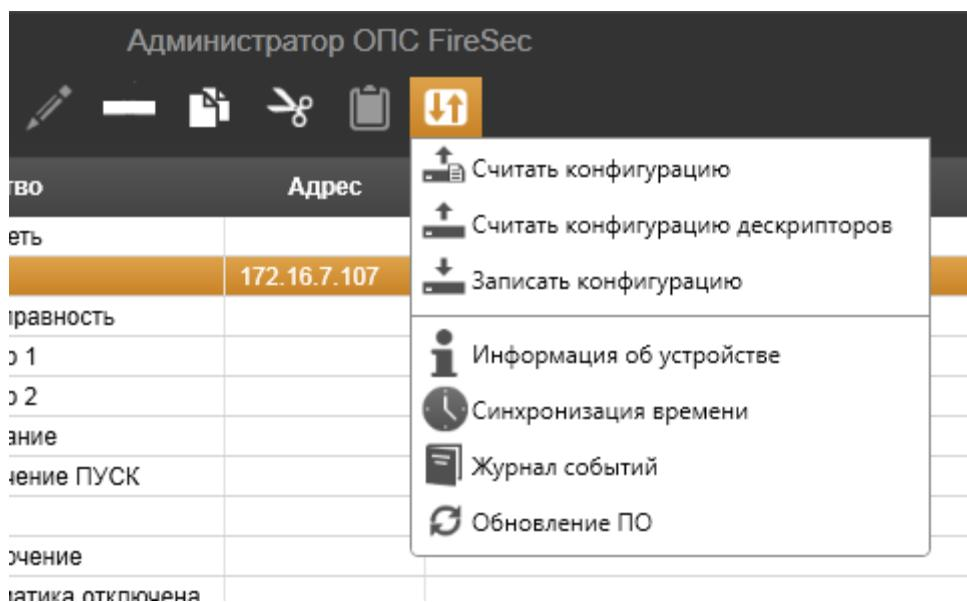

Рисунок 2.3.7 – Контекстное меню кнопки **Устройство** панели инструментов
– кнопка **Устройство** дает возможность обратиться к физическому устройству, которое находится в системе на объекте монтажа по адресу, выделенному в рабочей области. Щелчок на этой кнопке обеспечивает доступ к контекстному меню (Рисунок 2.3.7), в котором активность той или иной функции зависит от выделенного устройства в списке.